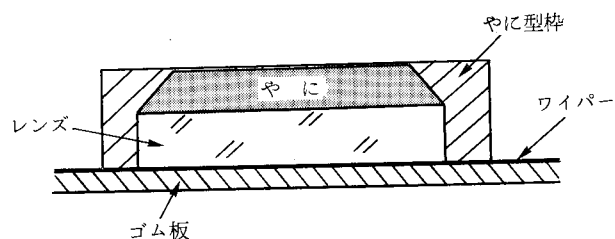

図1-3 台やにつけ
(2) 台やに製作
- ① 硬質ゴム板の上に紙を敷き、その上にレンズを並べる。
- ② やに型枠をレンズに押し込み、レンズと枠を同時におさえる。
- ③ 加熱溶解し泡が消えた状態のやにを型枠に枠の高さまで流し込む (図1-3)。
- ④ 徐冷し、カミソリにて硬化を確認する。
- ⑤ 型枠よりレンズを取り出す (写真1-10)。